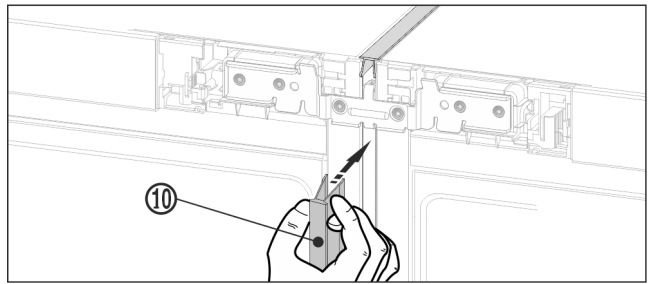

Fig. 21
- Auf der Vorderseite die lange Abdeckleiste Fig. 21 (10) in den vertikalen Spalt drücken. Darauf achten, dass die Leiste auf dem Verbindungsblech aufsteht.